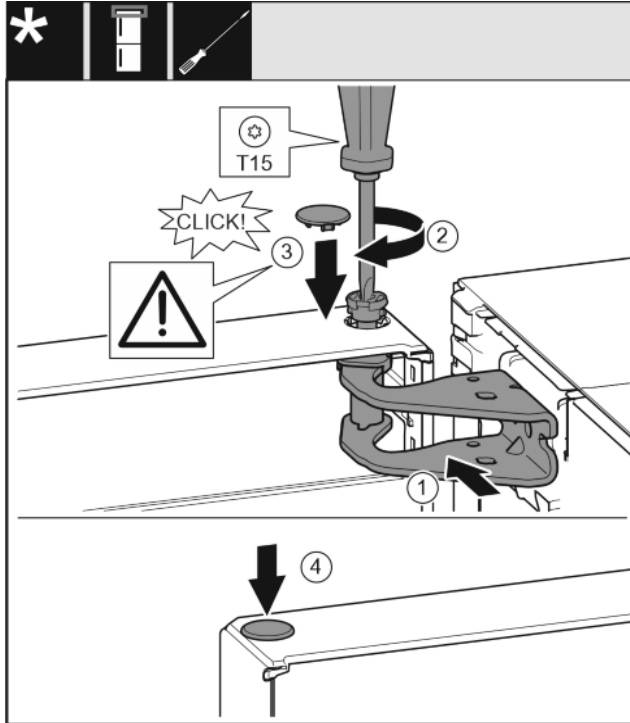

Fig. 17
- ▶ Tür oben zur Öffnung im Lagerbock ausrichten. *Fig. 17 (1)*
- ▶ Bolzen einsetzen und mit Schraubendreher T15 festschrauben. *Fig. 17 (2)*
- ▶ Sicherungsabdeckung zur Sicherung der Tür montieren: Sicherungsabdeckung einsetzen und kontrollieren ob sie auf der Tür aufliegt. Ansonsten Bolzen vollständig einsetzen. *Fig. 17 (3)*
- ▶ Stopfen einsetzen. *Fig. 17 (4)*